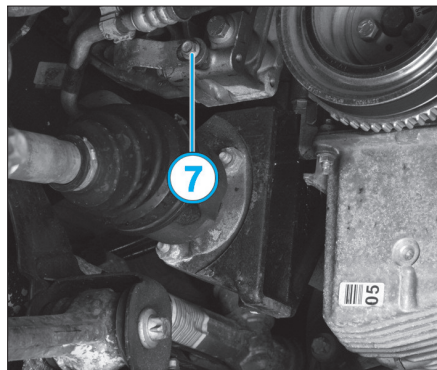

Fig. 5
- Dans le passage de roue droit, déposer la vis (7) (Fig.5).